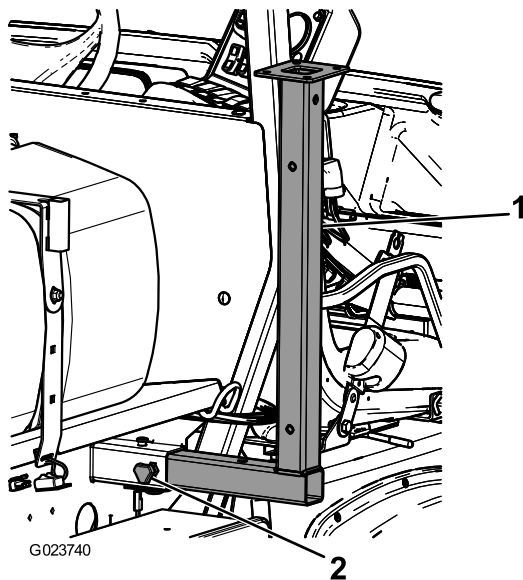

Bild 49
1. Setzen Sie die vorderen Stützböcke umgedreht in den Rahmen in der Nähe der vorderen Vergurtungsstellen ein (Bild 49).